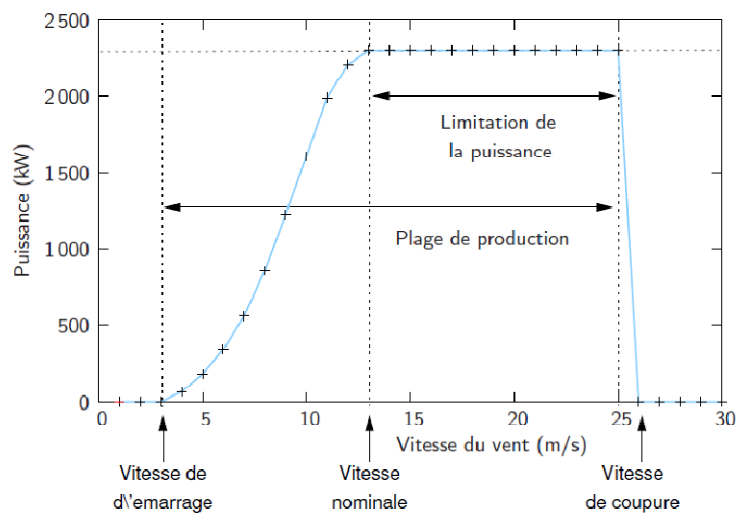

Figure 2 : Courbe de fonctionnement de l'éolienne Nordex N90 2300 kW. Vitesse de démarrage=4 m/s ; Vitesse nominale=13 m/s ; Vitesse de coupure=25 m/s
- la courbe de fonctionnement de l'éolienne est illustrée par la Figure 2 ci-dessous.